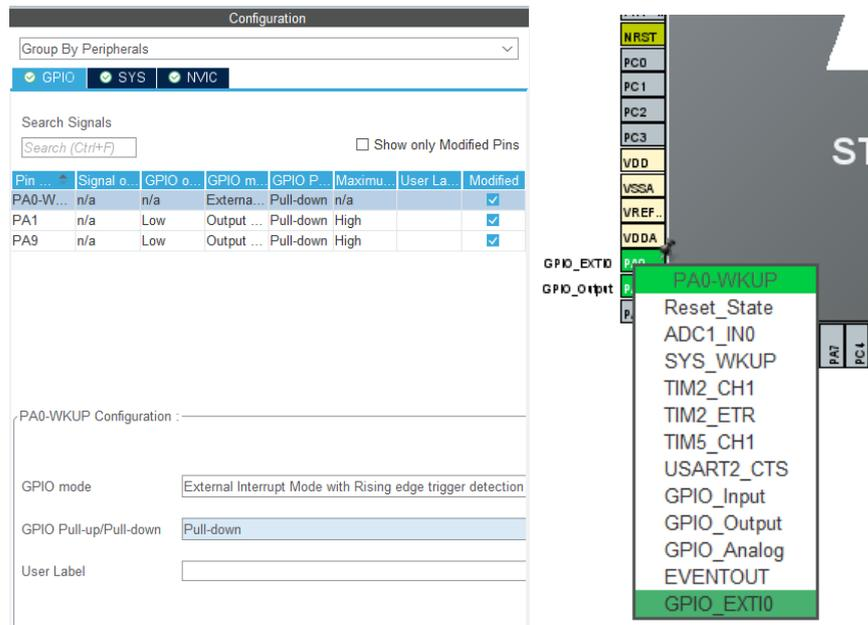

Рис. 3.8. Налаштування виводу для генерації EXTI за обома фронтами
1.8. На вкладці конфігурації таймера NVIC Settings дозволити переривання за таймером TIM2 (рис. 3.8).